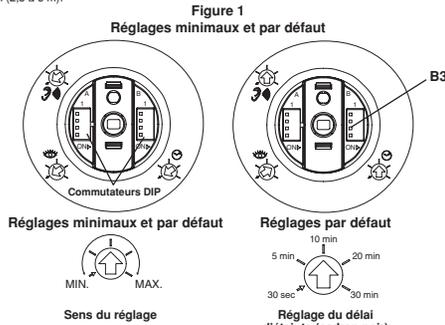

Figure 1
Les cadrans sont mis en usine aux positions recommandées (se reporter au tableau 3 et à la figure 1).
3. Trouver le 3e commutateur du groupe B (B3, figure 1), lequel devrait avoir été mis à la position OFF en usine.